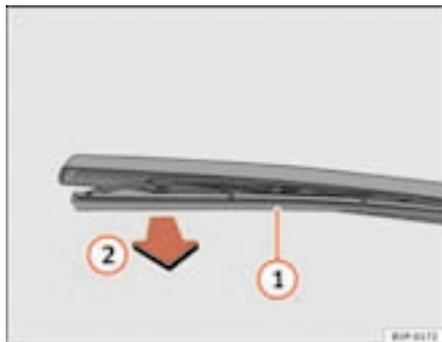

Fig. 164 Cambio de la escobilla del limpiaventana
- Separe el brazo del limpiaventana de la luneta ⇒ fig. 164
- Desenclipe la escobilla ① y tire de ella ②. ⇒ fig. 164